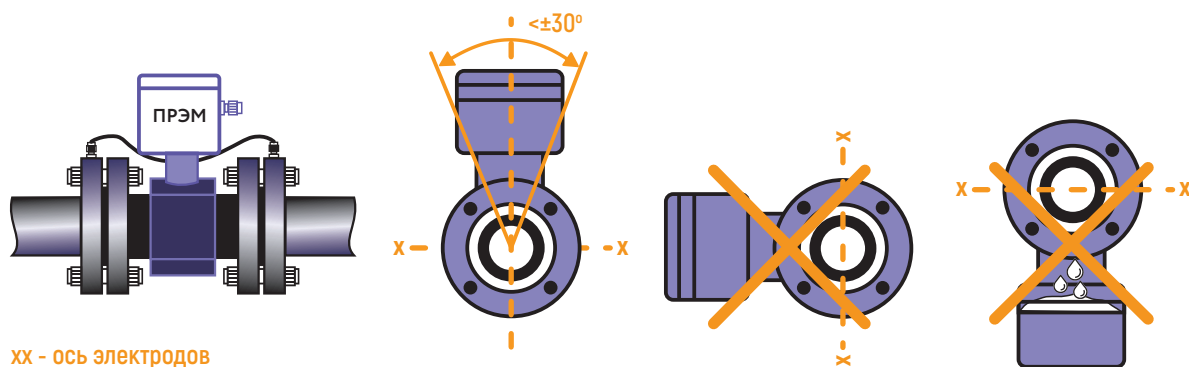

Рисунок 16. Установка на горизонтальных каналах
Допускается отклонение от вертикальной оси не более чем на 30° (рис. 16).
- электрически соединить между собой два участка трубопровода. Для этого используется защитный токопровод из комплекта «КМ» (рис. 16) или стальная полоса 20х4 мм, привариваемая к участкам трубопровода. Во всех случаях токопровод не должен препятствовать монтажу/демонтажу преобразователя.